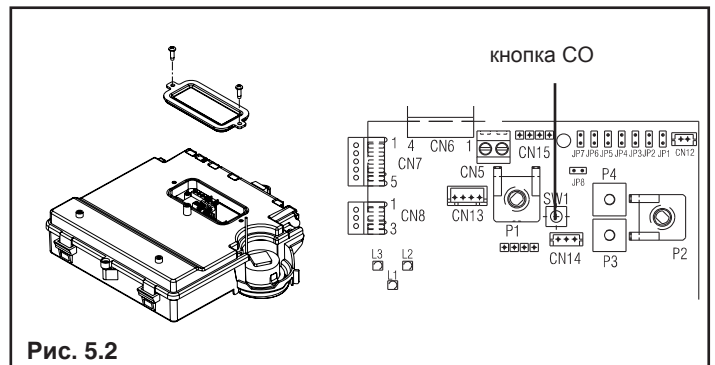

Рис. 5.2
- снимите крышку электронной платы, чтобы открылся доступ к кнопке «СО» (рис. 5.2)
- Нажмите один раз кнопку СО (рис. 5.2)